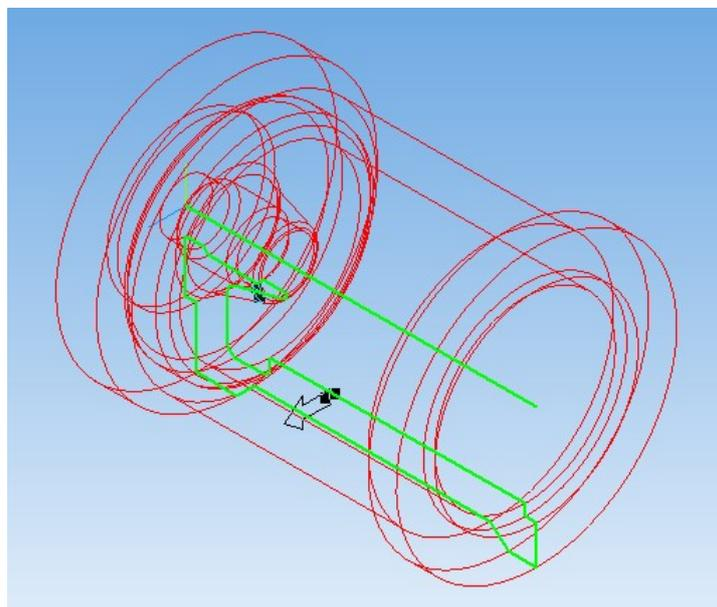

Рис. 4. Фантом основания детали *Цилиндр*, полученный с помощью операции вращения
5. Теперь необходимо выйти из режима редактирования эскиза и применить операцию вращения, щёлкнув по одноименной кнопке на панели инструментов *Редактирование детали*. На экране отобразится фантом основания детали (рис. 4).